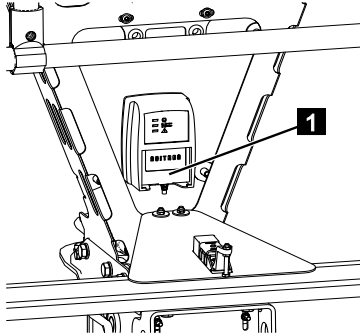

Fig. 218
4. Enlever la pile chargée (Fig.218/1) du chargeur et y mettre une pile vide.